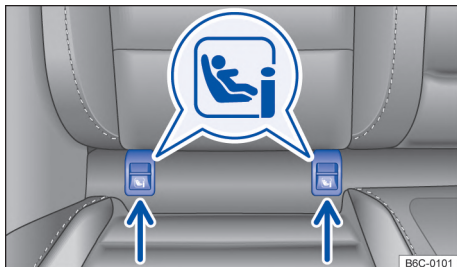

Fig. 43 En el asiento del vehículo: identificación de los puntos de anclaje inferiores de asientos para niños.
Los 2 ojales de retención para cada asiento para niños con el sistema ISOFIX pueden alcanzarse a través de las ranuras existentes en el tapizado del asiento trasero → fig. 43.
- Encajar el asiento para niños en los ojales de retención → fig. 43 en el sentido de la flecha. El asiento para niños debe engancharse de forma segura y audible (clic).
- Colocar el asiento para niños sobre la banqueta del asiento y fijar las grapas de los cinturones de seguridad en los ojales de retención → fig. 43, si los cinturones de fijación se proveen junto con el asiento para niños.